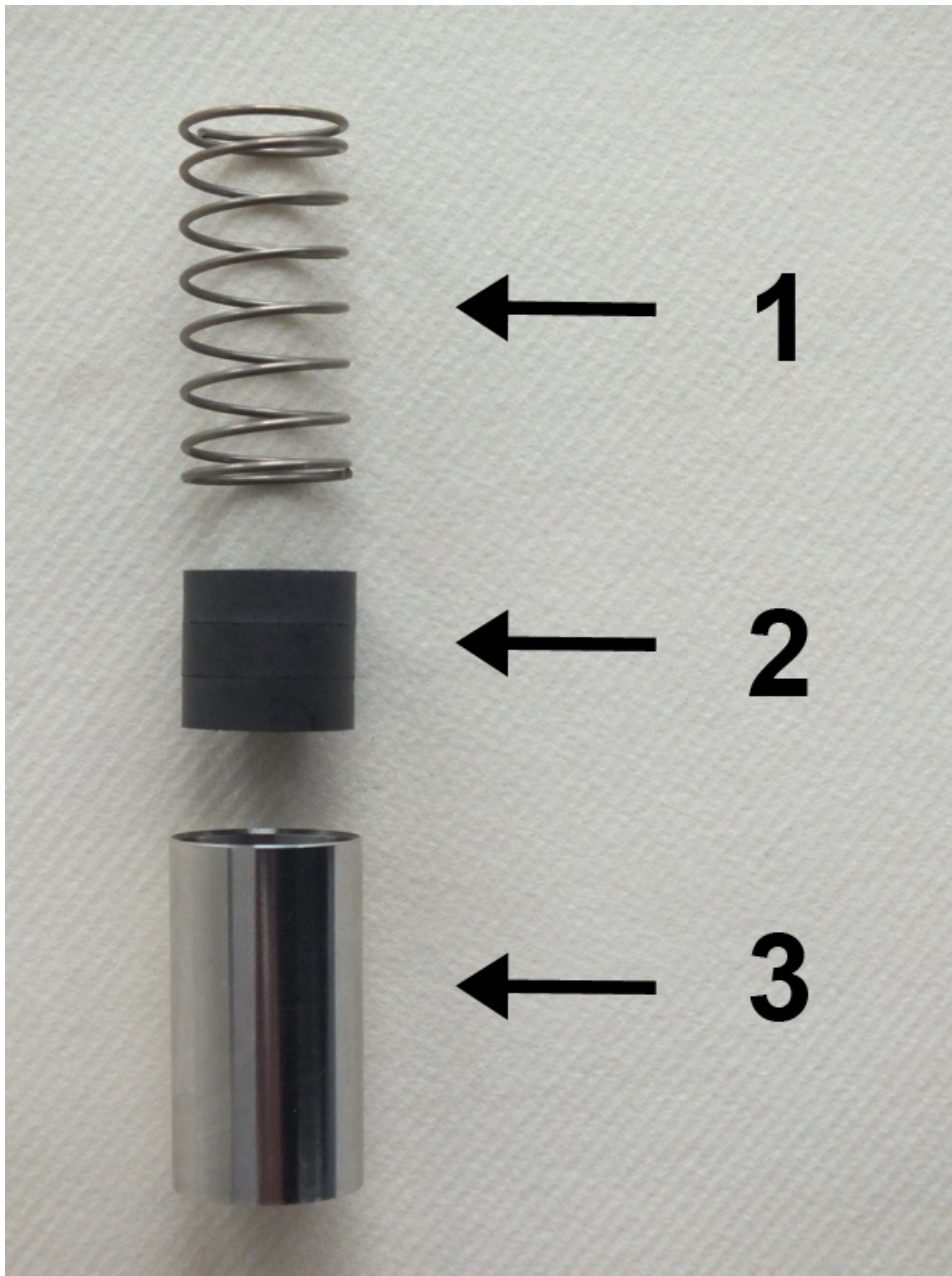

Abb. 52: Innenteile
6. ➤ Feder (Abb. 52/1) mit Magneten (Abb. 52/2) in den Schwebekörper (Abb. 52/3) einführen, dabei die Magnetpolung beachten (Nordpol in Richtung Geräteausgang)